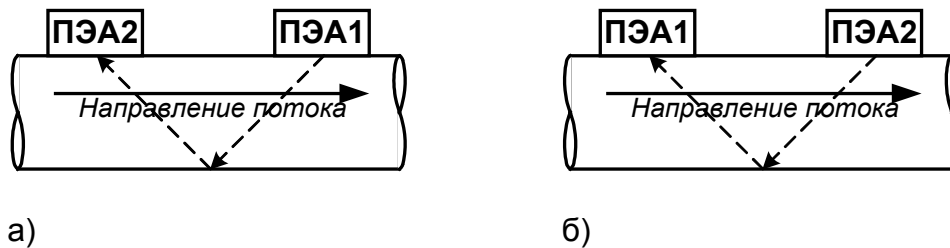

Рис.6. Положение ПЭА на трубопроводе при калибровке нуля на потоке в режиме против потока (а) и по потоку (б).
- установить ПЭА1 и ПЭА2 в соответствии с рис.6а;
- поменять местами расположение ПЭА1 и ПЭА2 на трубе согласно рис.6б, не отсоединяя кабелей;